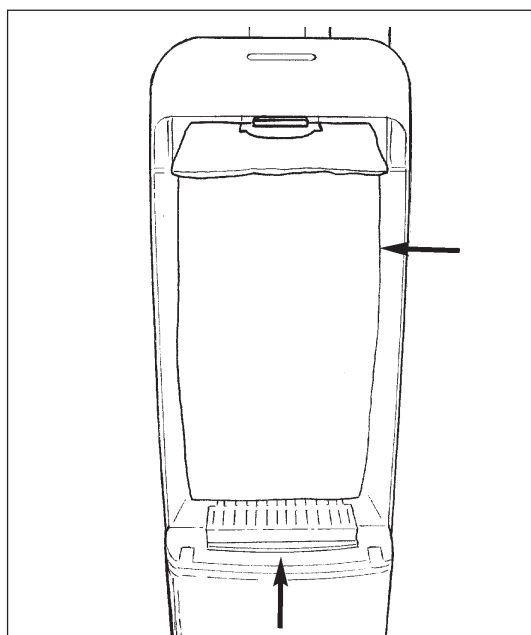

Figura 21
5. Reemplace el cartucho del filtro y la bolsa de filtrado (consulte la figura 21).